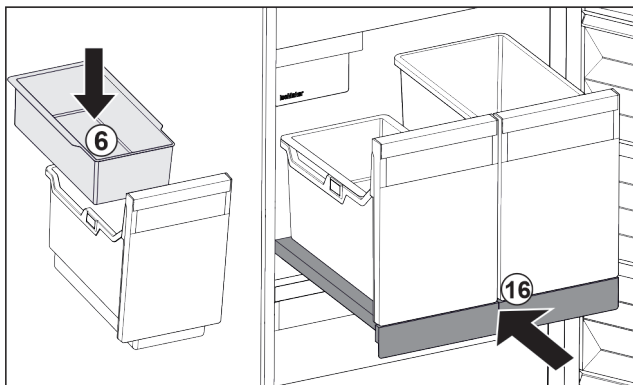

Fig. 36
- ▶ Вставьте навесной лоток Fig. 36 (6) для кубиков льда.
- ▶ Вставьте выдвижную панель с контейнером (IceTower). Fig. 36 (16)